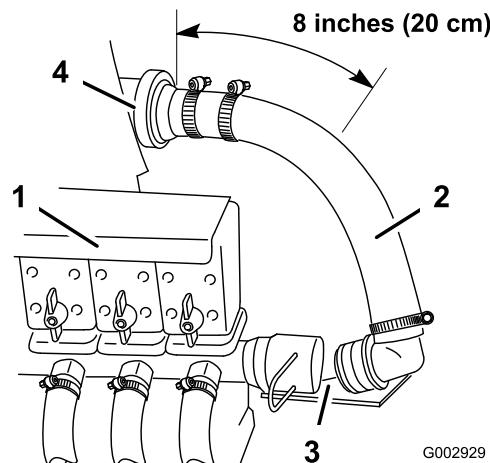

Bild 10
1. Nehmen Sie die Halterung ab, mit der das Ende des Zufuhrschaubes des Spritzgestänges am T-Anschluss befestigt ist, der sich rechts von den Zufuhrventilen des Spritzgestänges befindet, und schließen Sie den Schlauch ab (Bild 10).
2. Schneiden Sie den Zufuhrschaub des Spritzgestänges mit einer Bügelsäge 20 cm rechts vom Durchflussmesser (falls vorhanden) oder 114 cm vom Zufuhr-T-Anschluss (befindet sich direkt hinter den Spritzgestängeventilen) (Bild 10). Nehmen Sie die Schlauchklemme vom losen